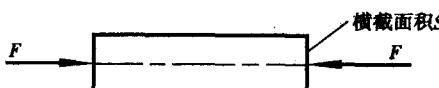

图 1.1.1 物体受力图
(mm^2) 上所受的外力 (N)，故应力的单位为 MPa ($1 \text{ MPa} = 1 \text{ N/mm}^2$)，用 σ 表示，如图 1.1.1 所示。